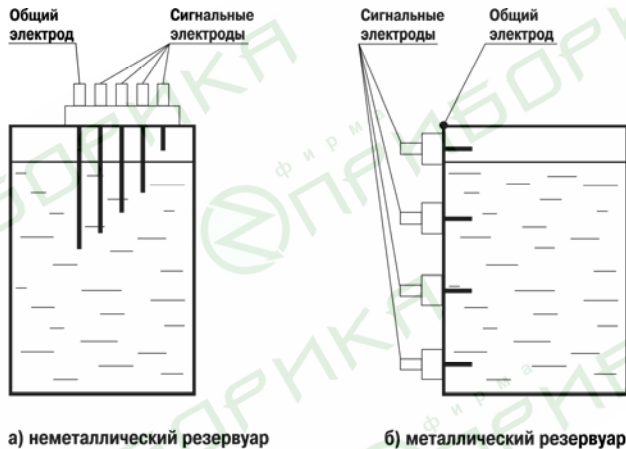

Рис. 3.3
На рис. 3.3. представлены варианты применения кондуктометрических зондов в неметаллическом (а) и металлическом (б) резервуарах, соответственно.
Примечание. При контроле уровней жидкости в металлическом резервуаре в качестве общего электрода может быть использован корпус резервуара при условии, что корпус резервуара не заземлен (рис. 3.3, б).
5.2.2. Производится подключение общего электрода датчика уровня к контакту блока «Вход 0» (рис. 3.3). Остальные электроды являются сигнальными и подключаются к одноименным входам блока (контакты «Вход 1», «Вход 2», «Вход 3» и «Вход 4» на схеме подключения, см. Приложение А).